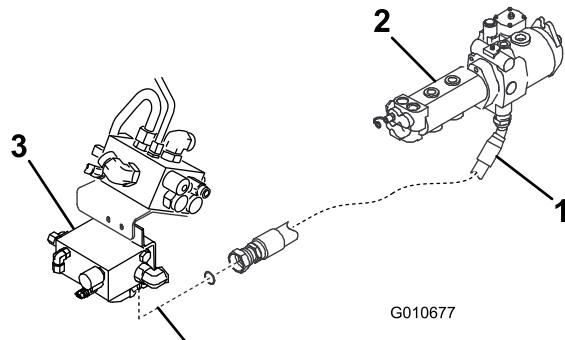

Figura 5
7. Instale o novo tubo hidráulico D no conjunto da bomba hidráulica em vez do tubo removido (Figura 5).
8. Encaminhe o tubo hidráulico D para o divisor de caudal e ligue-o ao encaixe de 90 graus na parte inferior do coletor (Figura 5).